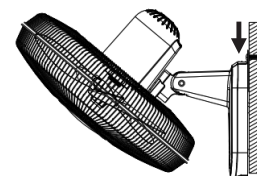

Fig. 3
- Insérez les 2 trous de montage (9) du ventilateur sur les têtes de vis et glissez le ventilateur vers le bas afin de l'accrocher au mur (Fig. 3). Serrez les vis de montage le cas échéant.